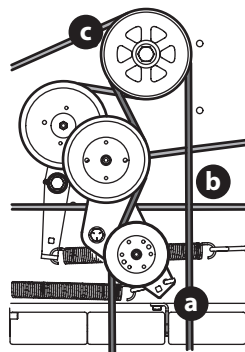

Figure 56
3. En utilisant une clé de 1/2 po dans le support de la poulie de tension (a), tournez la clé vers la droite de la tondeuse et faites glisser la courroie de PDF (b) hors de la poulie de PDF (c) (Figure 56).